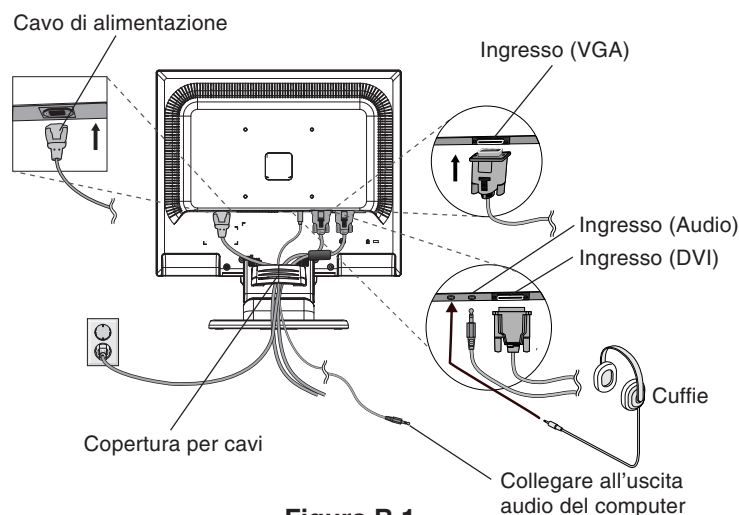

Figura B.1
- Collegare tutti i cavi al connettore appropriato sul retro del monitor (**Figura B.1**). Collegare le cuffie (non incluse) al connettore appropriato sulla parte posteriore del monitor, se lo si desidera (**Figura B.1**).
- Per posizionare la copertura cavi, inserire le linguette della copertura nei fori del supporto e far scivolare la copertura verso il basso fino a fissarla in posizione (**Figura B.1**) assicurandosi che le linguette siano ben salde.